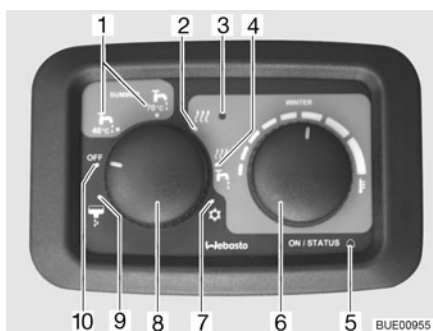

Fig. 159 Unidad de mando para la calefacción/caldera
- Ajustar el modo de funcionamiento con el interruptor giratorio (Fig. 159,8).
La alimentación de corriente para el aparato **no** puede cortarse por medio del interruptor principal de 12 V. Con averías presentes, parpadeará la luz de control "funcionamiento/avería" (Fig. 159,5) alternadamente de color rojo y verde.
La calefacción automáticamente seleccionará la potencia del quemador requerida para alcanzar la temperatura ambiente deseada. Cuando se alcanza la temperatura ambiente deseada se desconecta el quemador. En el modo de funcionamiento "calefacción y caldera" (Fig. 159,4), se calienta también el agua de la caldera a 70 °C. En el modo "calefacción sin caldera" (Fig. 159,2), la calefacción puede funcionar con la caldera vacía.
En caso de que se seleccione el modo de funcionamiento "calefacción y caldera" (Fig. 159,4) estando la caldera vacía, parpadeará la luz de control "no hay agua" (Fig. 159,3). En este caso, cambiar al modo de funcionamiento "calefacción sin caldera" (Fig. 159,2).
- Poner el regulador giratorio "temperatura" (Fig. 159,6) de la unidad de mando en el ajuste deseado del termostato para la temperatura ambiente.
- Situar el interruptor giratorio "modo de funcionamiento" (Fig. 159,8) en el modo invierno "calefacción sin caldera" (Fig. 159,2) o en modo invierno "calefacción y caldera" (Fig. 159,4).
La luz de control "funcionamiento/avería" (Fig. 159,5) se enciende de color verde.
- Ajustar el interruptor giratorio "modo de funcionamiento" (Fig. 159,8) en "OFF" (Fig. 159,10).
La luz de control "funcionamiento/avería" (Fig. 159,5) se apaga.